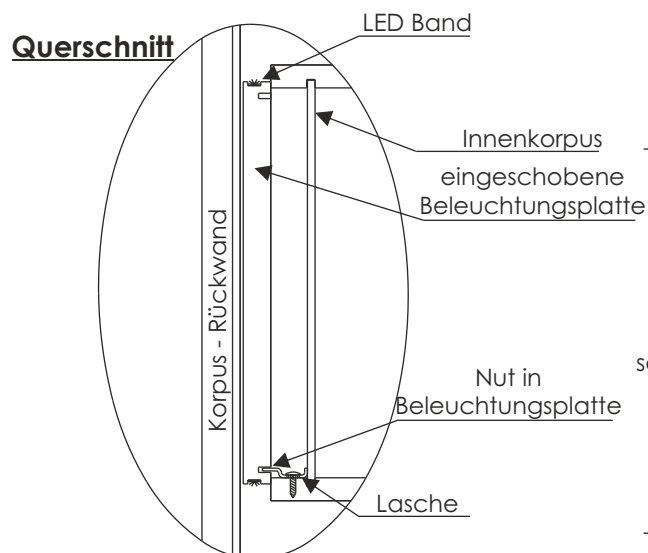

Abb. 3
4. Die Beleuchtungsplatte wird nun seitlich in den Spalt eingeschoben. Sie wird hierbei über eine Lasche geführt, die sich hinter dem Innenkorpus befindet. Achten Sie darauf, dass das Anschlusskabel beim Einschieben nicht eingequetscht wird. Halten Sie das Kabel aus diesen Grund leicht unter Zug. (Abb. 3)